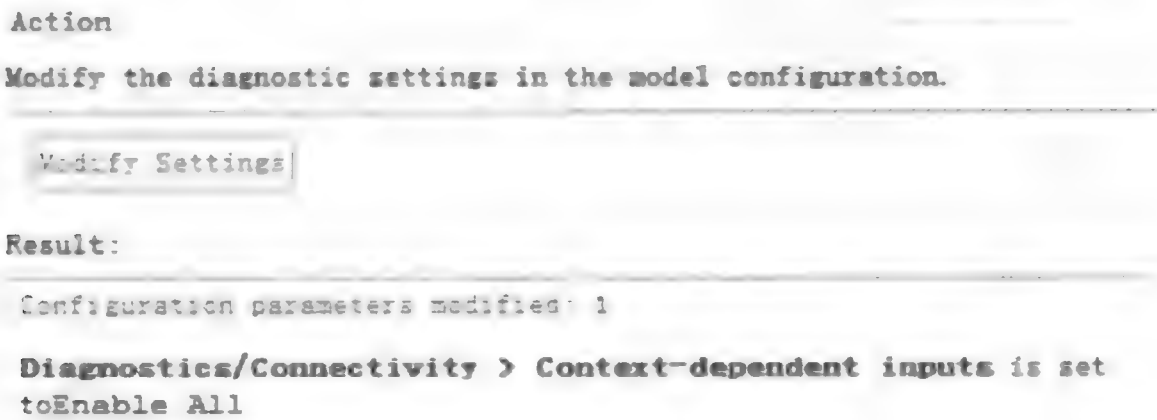

图 9.5.52 自动修改
② 单击 `Run This Check`,再次检查该项目,节点图标变成,说明检查通过。
(2) 自动修改。有些检查项提供了自动修改功能,它能自动执行 Analysis 结论区列出的所有修改意见。因此用户需要事先了解这些修改意见的意义,如果不需要全部修改,则可不使用自动修改功能。例如检查项 `Check usage of function-call connections` 标记了黄色惊叹号,单击该节点,再单击右侧页面下部 Action 区的按钮 `Modify Settings`,结果区列出本次修改的内容,如图 9.5.52 所示。